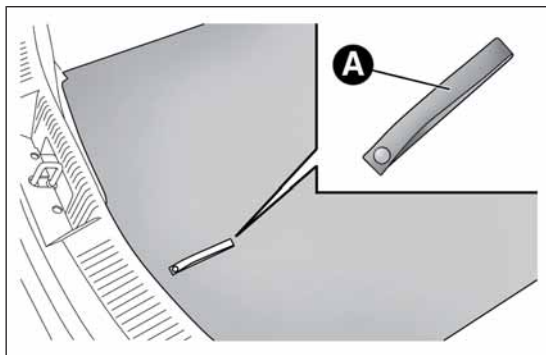

fig. 115
- apri il bagagliaio, tira la linguetta A fig. 115 e solleva verso l'alto il tappeto di rivestimento;